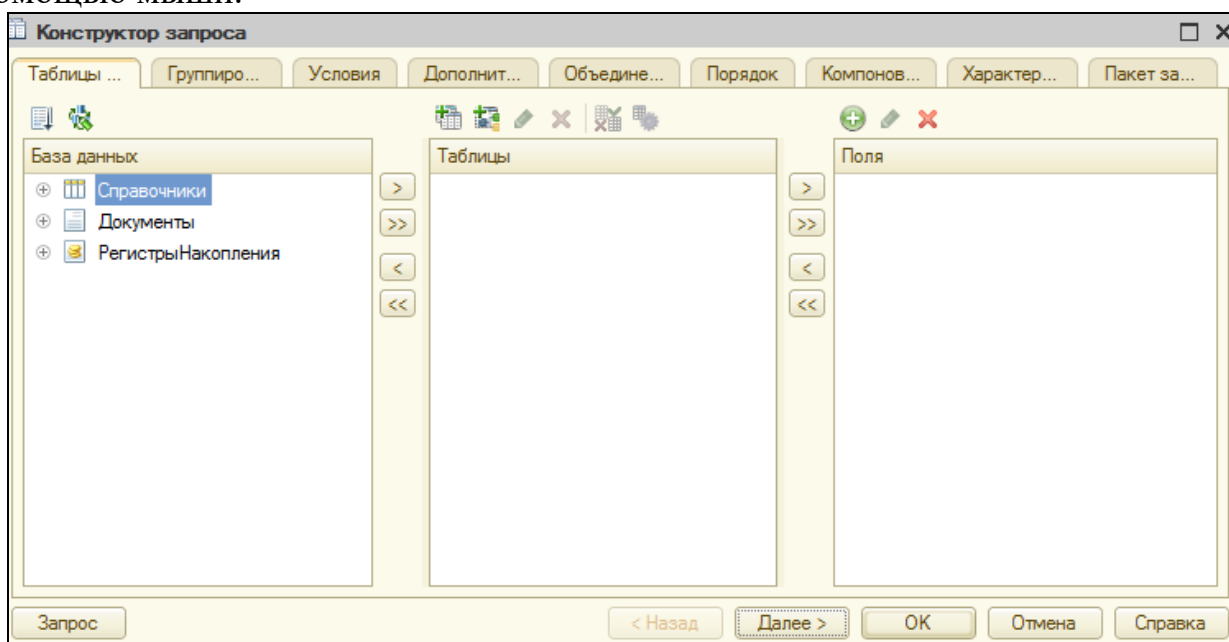

Рис. 28. Конструктор запроса
8. Такой набор данных получает данные из базы данных 1С: Предприятия с помощью запроса. Какие именно данные получать, описывается на языке запросов. Нажмем кнопку **Конструктор запроса** (рис. 28). Конструктор позволяет не писать запрос вручную, а сконструировать его с помощью мыши.
Раскроем Регистры накопления. Перенесем ОстаткиИОборы в Таблицы. Из этой Таблице возьмем все Поля, кроме поля Оборот (рис. 28а).
Рис. 28а. Конструктор запроса